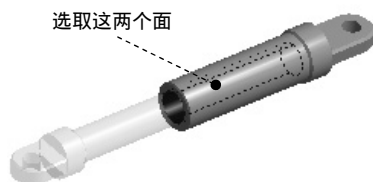

图 7.6.32 定义目标面
(2) 定义目标面。单击以激活 **Target** 后的文本框，选取图 7.6.32 所示的模型表面为目标面（两个面），单击 **Apply** 按钮确认。